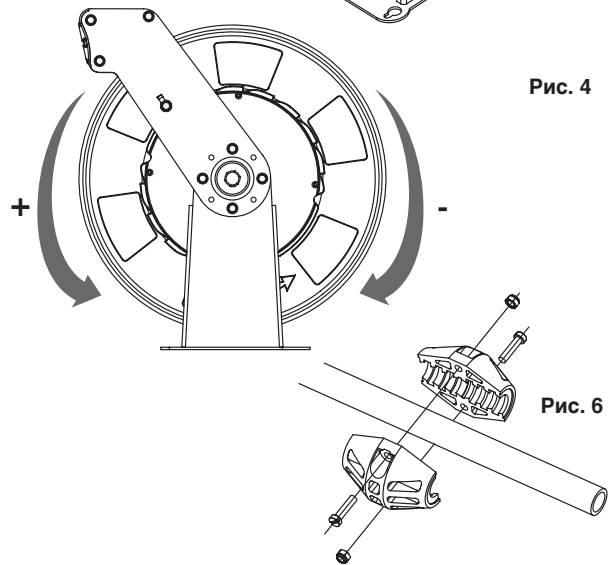

Рис. 6
4. Просунуть конец шланга через выходное отверстие ролика на необходимую длину. Заблокировать намоточный барабан с помощью храповика в ближайшем положении и активировать фиксатор шланга (рис. 6).
7. Просунуть конец шланга через выходное отверстие ролика на необходимую длину. Заблокировать катушку с помощью храповика в ближайшем положении и активировать фиксатор шланга (рис. 6).